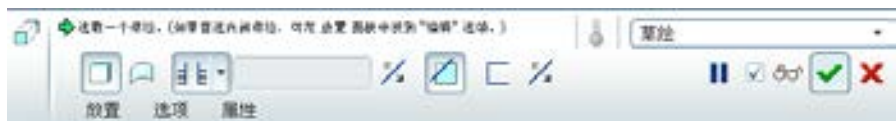

图 6.7.63 操控板
(1) 选择下拉菜单 **插入(I)** → **拉伸(E)...** 命令，系统出现图 6.7.63 所示的操控板，在操控板中按下“实体特征类型”按钮  和“去除材料”按钮 .